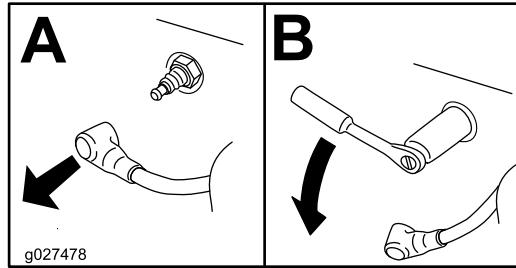

Figure 45
- Enlevez la bougie (Figure 45).